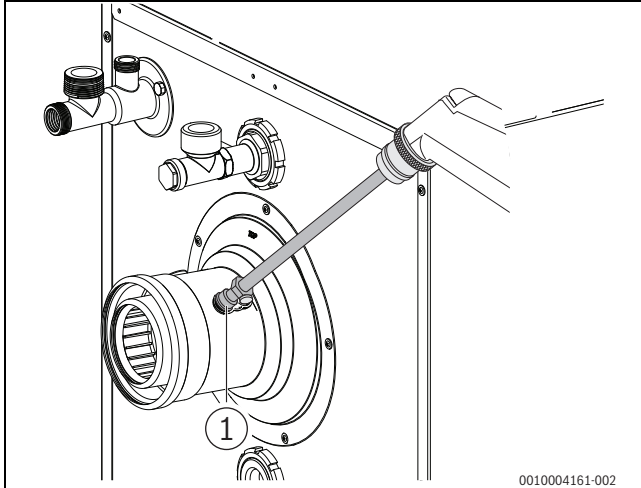

Bild 52 Messwerte aufnehmen
- ▶ Messfühler durch die Messöffnung (→ Bild 52, Seite 30) im Abgas-
- Messfühler durch die Messöffnung (→ Bild 52, Seite 30) im Abgasrohr in den Kernstrom halten und CO₂- / O₂-Gehalt kontrollieren.